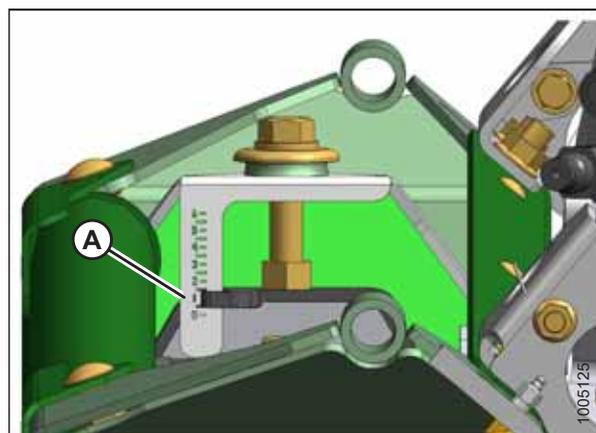

Рисунок 3.70: Измеритель зазора вальцов
- См. рис. 3.70, страница 49: Убедитесь, что зазор вальцов соответствует риску 1,5 на измерителе (А).